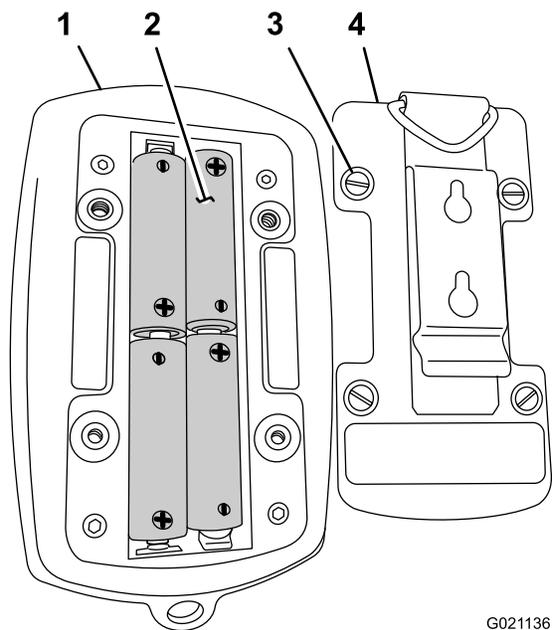

Figure 72
1. Desserrez les 4 vis qui fixent le couvercle des piles au dos de la télécommande, et retirez le couvercle (Figure 72).
3. Insérez les piles de rechange (Figure 72).
4. Remettez le couvercle des piles sur la télécommande et fixez-le avec les 4 vis (Figure 72) desserrées à l'opération 1.